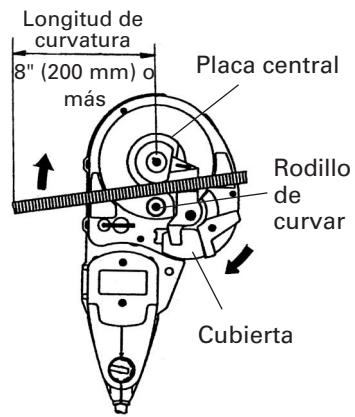
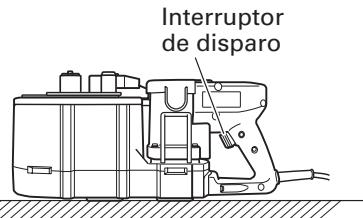

Fig. 14
Fig. 15
- (1) Coloque la unidad en su lugar con su mesa giratoria arriba, tal como se indica en la Fig. 14.
- (2) Asegúrese de que la cubierta esté cerrada.
- (4) Coloque la varilla sobre la placa central y ajústela correctamente, tal como se muestra en la Fig.14.
- (5) Tire del interruptor de disparo y curve la varilla.
- (6) Continúe tirando del interruptor de disparo hasta que el motor comience a girar en dirección opuesta y el rodillo de curvar inicie el retorno. (Una vez que el rodillo de curvar inicie el retorno, volverá a la posición inicial aunque usted suelte el interruptor de disparo). (Fig. 15)
- La longitud de curvatura mínima requerida es de 8" (200 mm). Si esta longitud de curvatura no es suficiente, la varilla podría desprenderse durante la operación de curvado, o partirse en fragmentos y esparrirse peligrosamente (Fig.14).